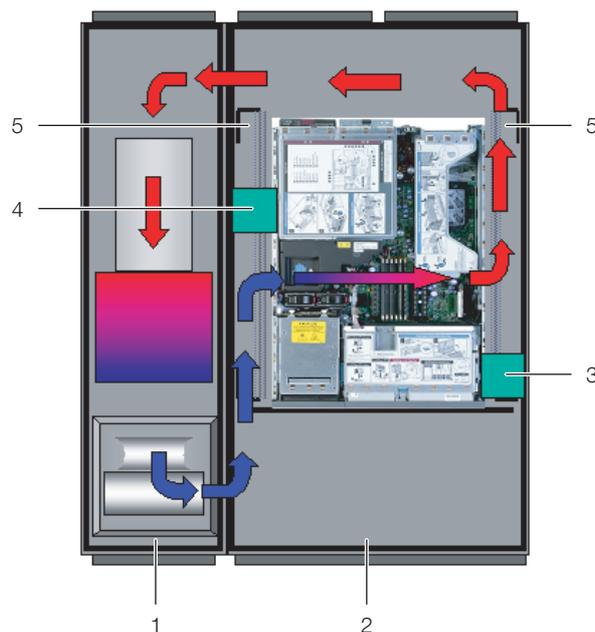

Рис. 20: Расположение поролоновых прокладок у приборов с боковой вентиляцией (вид сверху) – LCP Rack
- Если в серверном шкафу установлено несколько приборов с боковой вентиляцией, создайте соответствующее количество выемок в поролоновой прокладке, чтобы на уровне каждого прибора с левой и правой стороны серверной стойки имелись выемки в поролоновой прокладке. Обратите внимание на то, чтобы со стороны теплого воздуха не было никаких выемок (Рис. 20, поз. 3).
- Закрепите эти отрезки со смещением назад относительно стороны холодного воздуха приборов (Рис. 20, поз. 4). Необходимо установить прокладки таким образом, чтобы все вентиляторы приборов могли всасывать холодный воздух и ни один вентилятор не блокировался.
Поролоновые прокладки могут быть установлены между передней и задней опорой серверной стойки по всей глубине приборов с боковой вентиляцией (Рис. 20, поз. 5).